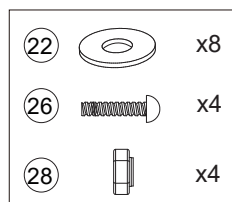
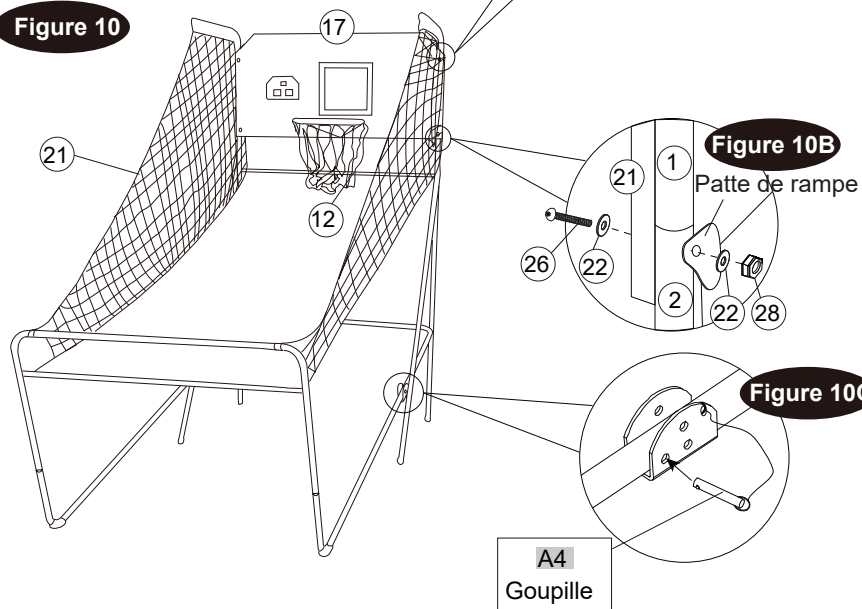

Figure 10A
Figure 10B
15. Avec l'aide d'un autre adulte, fixez le panneau (17) aux tubes supérieurs (1) à l'aide des boulons (26), des rondelles (22) et des écrous (28), comme indiqué sur la figure 10A. Pour chaque trou inférieur de panneau (17), fixez les pattes de rampe du filet (21) à l'aide des boulons (26), des rondelles (22) et des écrous (28), comme indiqué sur la figure 10B.